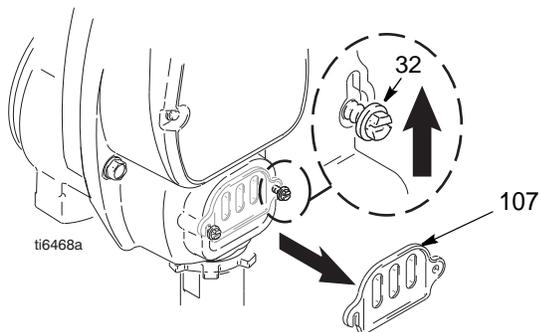

FIG. 14
4. FIG. 14. Desaperte os dois parafusos (32) e retire a tampa da haste da bomba (107).